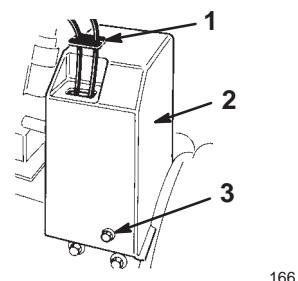

Figure 5
1. Protection de câble 3. Boulon à embase (3)
15. Enfilez la protection sur les câbles et dans l'orifice du couvercle de courroie (Fig. 5).